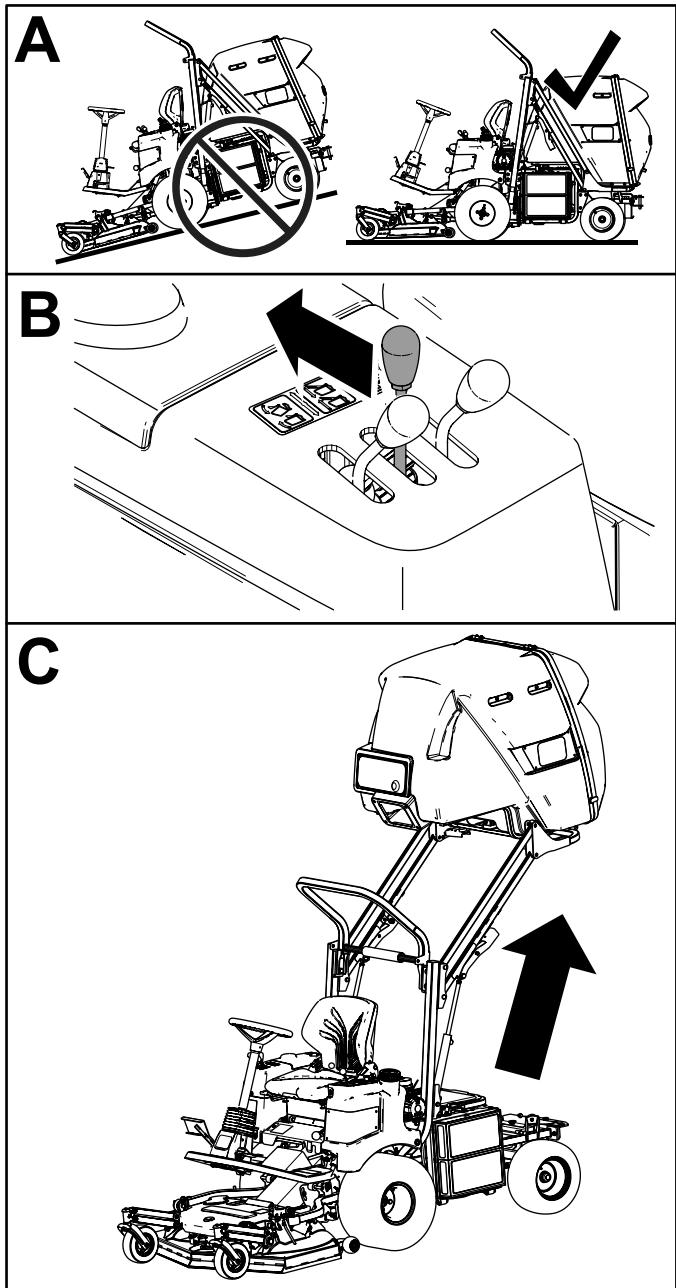

Figura 23
2. Desloque a alavanca da tremonha para trás para elevar a tremonha (Figura 23).